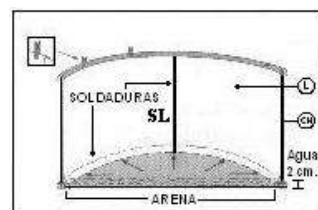

fig. 23
a) Sitúe el liner (L), en el centro de la piscina y despléguelo hacia los laterales (colocar el lado rugoso hacia arriba y la lisa hacia abajo). La soldadura que une la base de la piscina al lateral tiene que quedar perfectamente arrimada y alineada a los perfiles inferiores de la pared (fig.23). La soldadura del liner debe ser colocada hacia el suelo y la pared de la piscina.